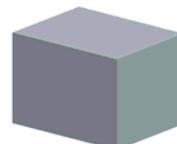

图 2.13 着色后的上半部分体积块
Step6. 系统弹出“属性”对话框,同时模型中的体积块的上半部分变亮,在该对话框中单击`着色`按钮,着色后的体积块如图 2.13 所示。然后在对话框中输入名称 upper_vol,单击`确定`按钮。